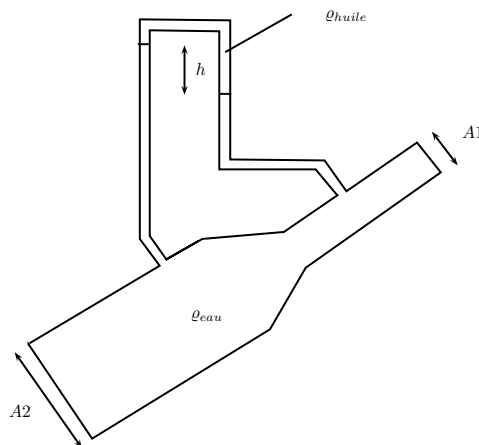

FIGURE 1 – Contraction dans une conduite.
**Exercice 1** Considérons un écoulement avec un débit  $Q$ , à travers une contraction. Les pressions à l'amont et à l'aval de la contraction sont mesurées à l'aide d'un manomètre (voir figure 1) contenant de l'huile de masse volumique  $\rho_{huile} < \rho_{eau}$ . Les sections amont et aval sont notées respectivement  $A1$  et  $A2$ .